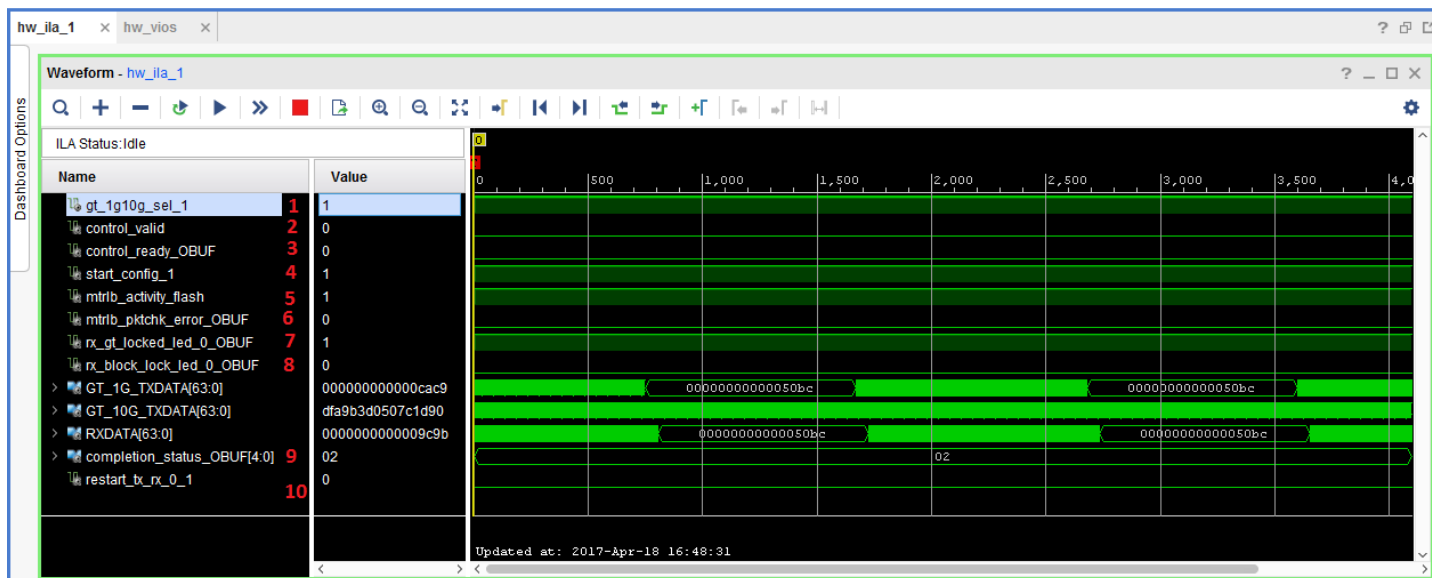

図 18: 1G - ILA ウィンドウ
5. ILA ウィンドウでこの ILA コアに対する [Run Trigger] ボタンをクリックします。ILA の [Waveform] ウィンドウが表示されます (図 18)。
6. ILA で `rx_gt_locked_led_0` を観察します (図 18 の #7)。値が 1 の場合、GT はロックしています。
7. ILA で `mtrib_activity_flash` を観察します (図 18 の #5)。この信号がトグルしている場合、パターンチェッカーがフレームを受信中であることを示します。
8. ILA で `mtrib_pktchk_error` を観察します (図 18 の #6)。値が 1 の場合、パターンチェッカーがエラーパケットを受信したことを示します。